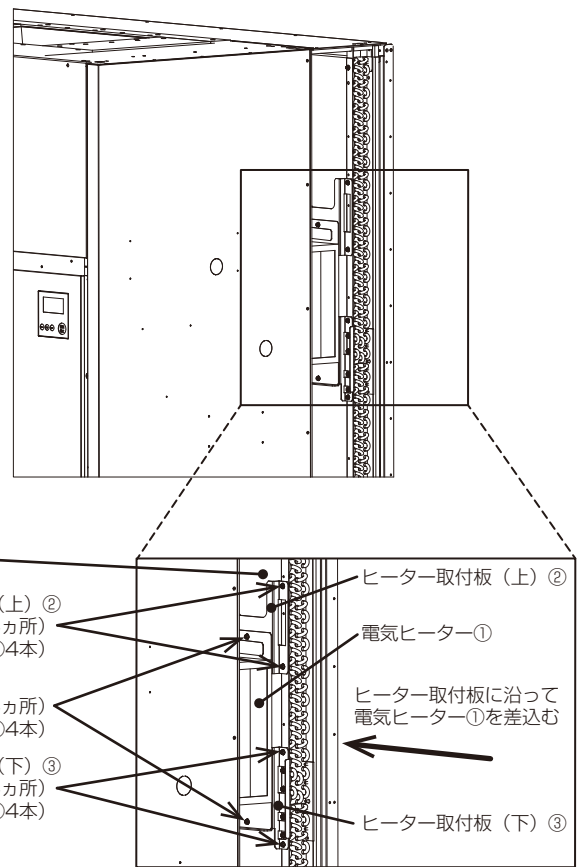

図4
- 1) ヒーター取付板（上）②を図 4 のように製品本体右側面から差し込み熱交換器に取付けてください。（タッピンねじ⑦ 4 本）・・・図 4
- 2) 1)と同様にヒーター取付板（下）③を取付けてください。（タッピンねじ⑦ 4 本）・・・図 4
- 1) 電気ヒーターをユニット右側面から 3-4 で取付けたヒーター取付板に沿って差込み、取付けてください。（タッピンねじ⑦ 4 本）・・・図 4